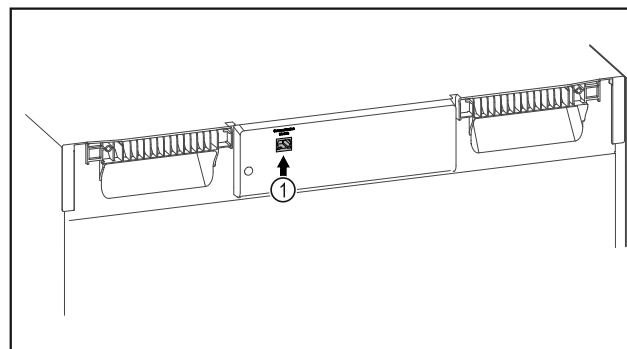

Fig. 102
- Vstavljen je SmartModule Fig. 102 (1).